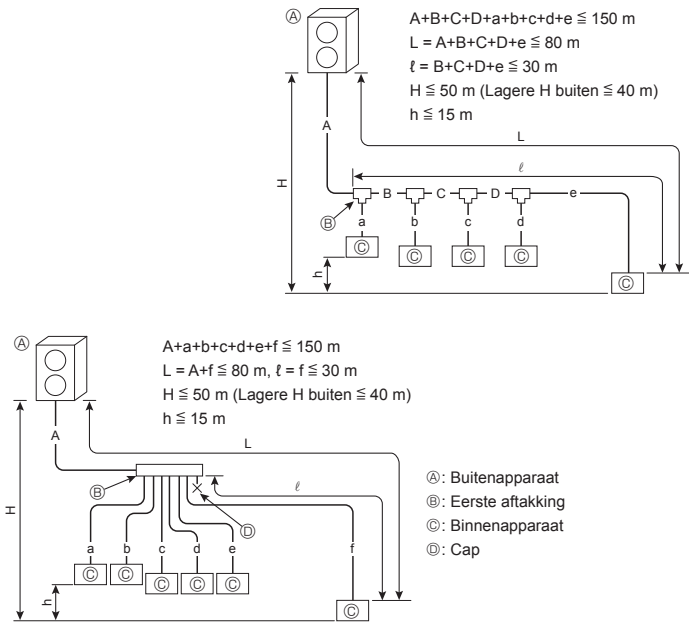

Fig. 4-1
4.1.1 Aansluiting zonder aftakdoos (Fig. 4-1)